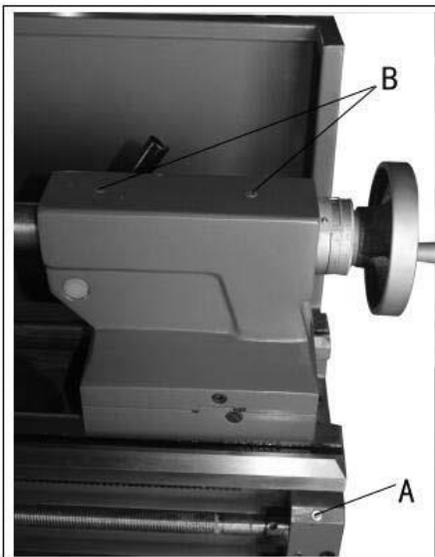

Рисунок 8
**Ходовой винт/ ходовой вал** – смазывайте пресс-масленку (А, рис.8) на консоли ходового винта /ходового вала маслом MobilDTE® OilHeavyMedium ежедневно.
**Задняя бабка** - смазывайте две пресс-масленки (B, рис.8) на задней бабке маслом MobilDTE® ежедневно.